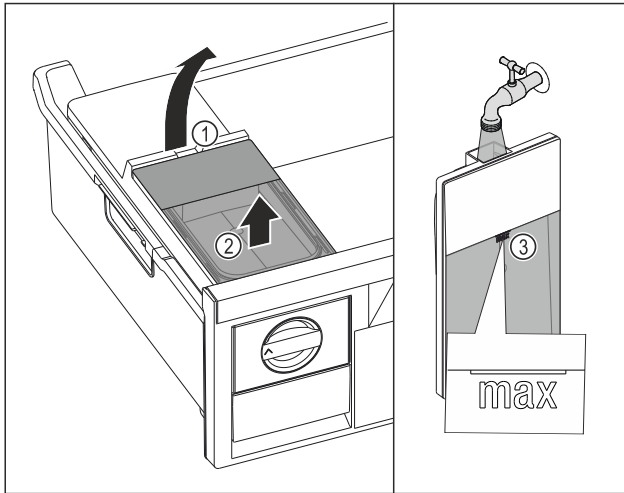

Fig. 76
- ▶ Ridicați rezervorul de apă de la degajare Fig. 76 (1).
- ▶ Scoateți rezervorul de apă în sus. Fig. 76 (2)
- ▶ Umpleți rezervorul de apă până la marcaj Fig. 76 (3) cu apă potabilă.